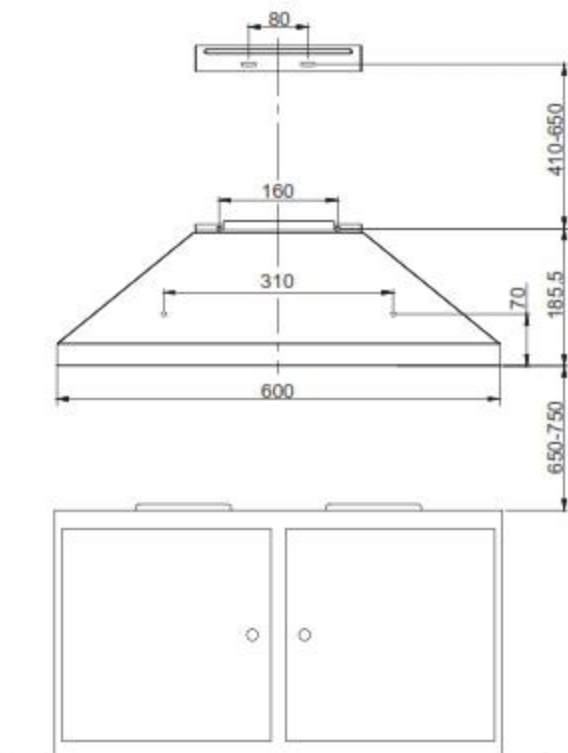

Fig.2
- La campana debe colocarse 650-750 mm arriba de la parte superior Desde el plano de cocción para un efecto seguro y bueno. Vea la Fig. 2.